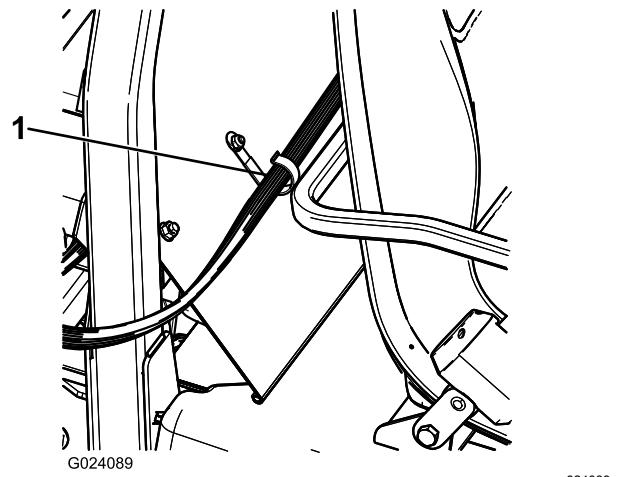

図 22
- Jクリップ個を運転席後ろに取り付けるボルト $\frac{1}{4} \times \frac{1}{2}$ "1本とフランジナット $\frac{1}{4}$ "1個を使用する図22。
| 3. Jクリップを使って、コントロールコンソールのハーネスを、コンソールとROPSカバーに固定する(図22)。 |